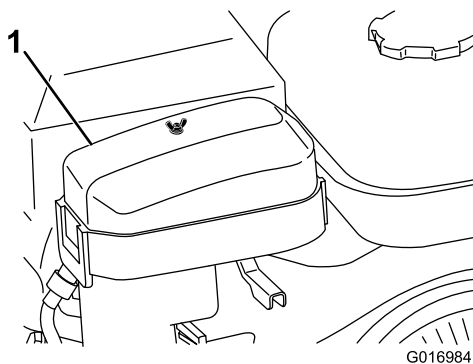

Bild 31
2. Nehmen Sie die Flügelmutter ab, mit der die Luftfilterabdeckung befestigt ist, und nehmen Sie sie ab (Bild 31).